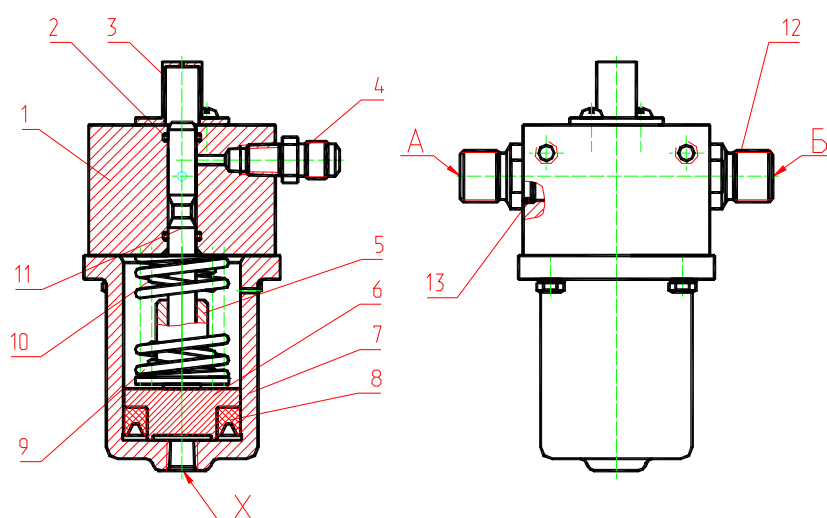

Рис. 49 Пневмогидравлический клапан
9. ПНЕВМОГИДРАВЛИЧЕСКИЙ КЛАПАН (рис. 49, 50)
Пневмогидравлический клапан (рис. 49) применен в гидроприводе стабилизаторов экскаватора ЕК12-20 в качестве двухпозиционного гидрораспределителя с пневмоуправлением. При отсутствии давления в линии пневмоуправления Х золотник 11 пружинами 9 и 10 устанавливается в положение, при котором гидравлические линии А и Б перекрыты между собой. При подаче давления воздуха золотник 11 соединяет линию А с линией Б.